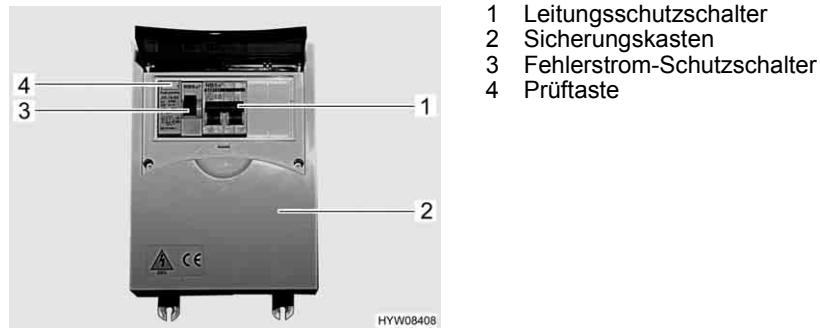

Bild 43 230-V-Sicherungskasten mit Leitungsschutzschalter und FI-Schalter
- Leitungsschutzschalter (Bild 43,1) im Sicherungskasten (Bild 43,2) ausschalten.
- Wenn das Fahrzeug an die 230-V-Versorgung angeschlossen ist, die Prüftaste (Bild 43,4) des Fehlerstrom-Schutzschalters (FI-Schalter) (Bild 43,3) im Sicherungskasten (Bild 43,2) drücken. Der Fehlerstrom-Schutzschalter muss auslösen.
- Den Fehlerstrom-Schutzschalter (Bild 43,3) wieder einschalten.
- Den Leitungsschutzschalter (Bild 43,1) im Sicherungskasten (Bild 43,2) ausschalten.